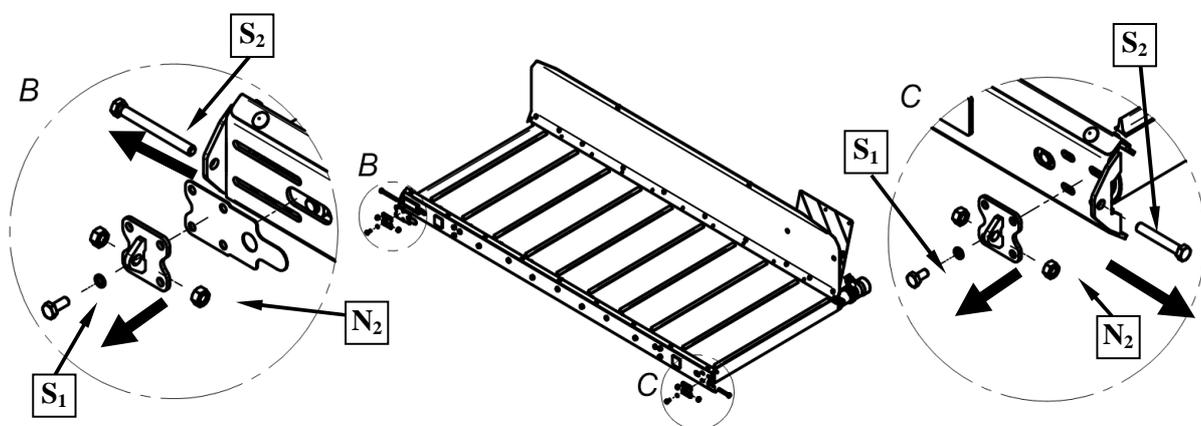

Рис. 43.
2. Открутить болты M10 - S1, гайки M12 - N2 регулировочные винты M12 - S2 передних натяжных устройств (Рис. 43).